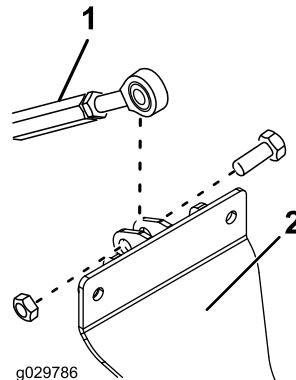

Figura 5
- Fissate l'estremità dell'asta dell'attacco filettato al gruppo di supporto del cilindro con un bullone (1/2 x 1-1/2 poll.) e un dado di bloccaggio (1/2 poll.) come mostrato nella Figura 5.